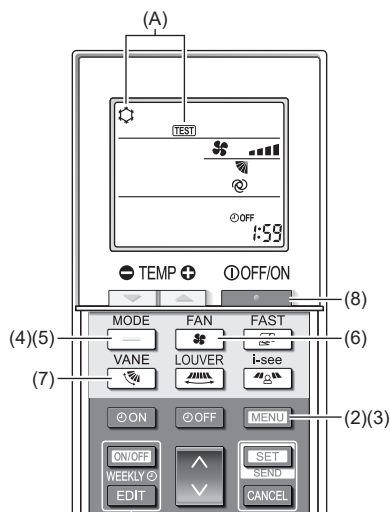

Fig. 8-5
- Håll knappen [MENU] intryckt i 5 sekunder. (Fig. 8-5)
(A) [TEST] och aktuellt driftläge visas. (Fig. 8-5)